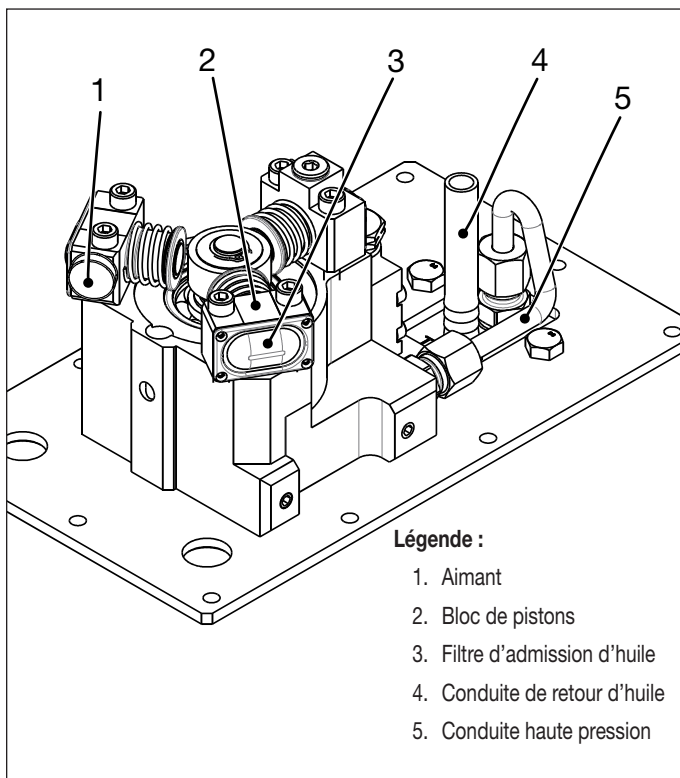

Figure 15 : Inspection et nettoyage - pompe
7. Retirez l'aimant du réservoir et nettoyez-le à l'aide d'un chiffon propre et non pelucheux. Retirez les dépôts ou les copeaux de métal présents. Réinstallez ensuite l'aimant sur le côté du bloc de pistons, à l'emplacement préféré, comme indiqué sur la Figure 15.